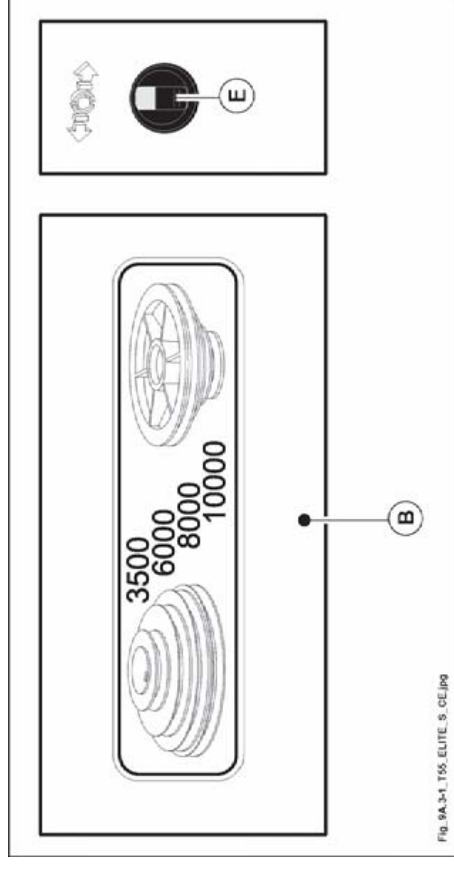

Abb. 9.3-1
Die Positionen mit den entsprechenden Geschwindigkeiten sind auf dem Schild (B Abb. 9.3-1). Zum Erzielen der o.g. Drehzahlen ist der Antriebskeilriemen auf der gewünschten Drehzahlstufe entsprechenden Riemenscheibe aufzulegen. Hierzu folgendermaßen vorgehen.
Bei Stellung des Wählschalters (E Abb. 9.3-1) gedreht auf () (Meldelampe leuchtet) ist der sichere Zustand der Maschine gewährleistet.
- Die Bremse lösen, indem man den Wählschalter (E, Abb. 9.3-1-1) auf  dreht (Meldelampe angezündet).